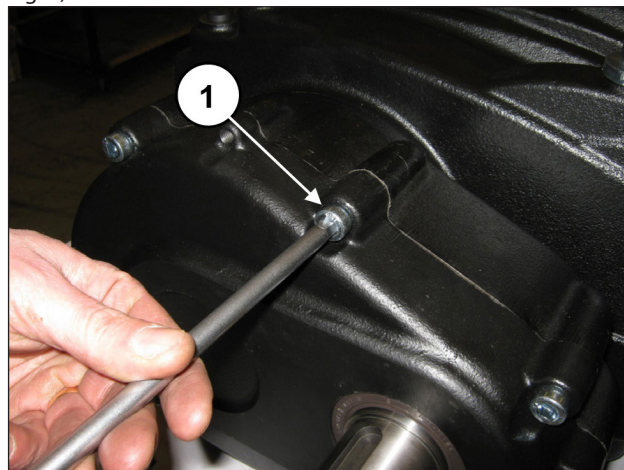

Fig. 4
Aflojar los tornillos de fijación de la tapa del reductor (pos. ①, Fig. 4).